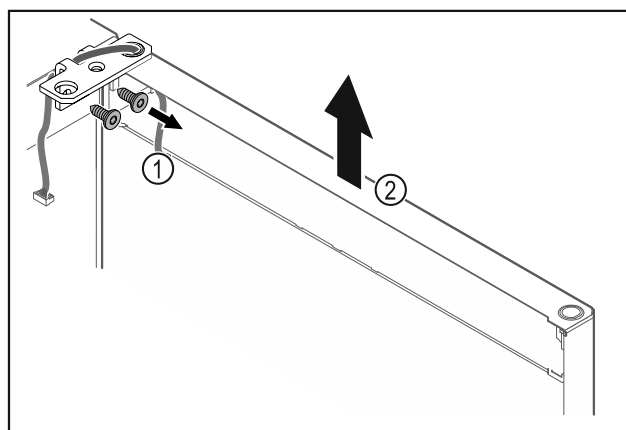

Fig. 25
- Skru hængselvinklen Fig. 25 (1) af.
- Løft døren og hængselvinklen Fig. 25 (2) ca. 200 mm lige op, og tag dem af.